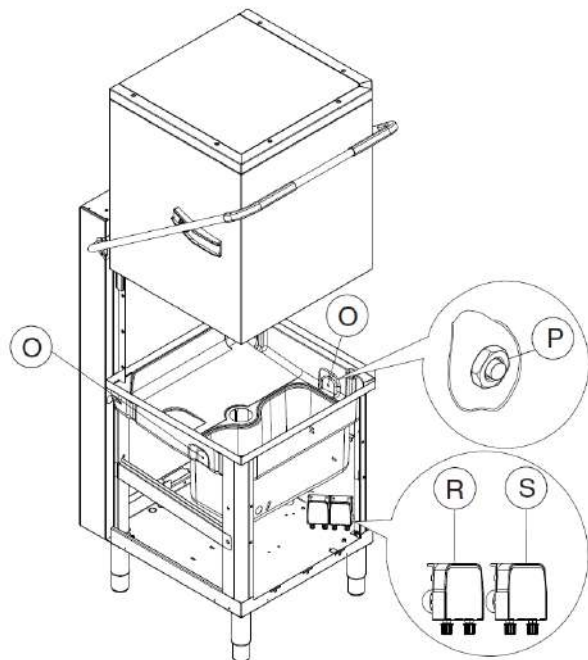

Рис. 20 – Точки подключения автоматических дозаторов
1. Посудомоечная машина с встроенным дозатором подачи жидкого моющего средства (рис. 20)
2. Посудомоечная машина с встроенным дозатором подачи ополаскивателя (рис. 20)
Точка подключения автоматического дозатора жидкого моющего средства (рис. 20).